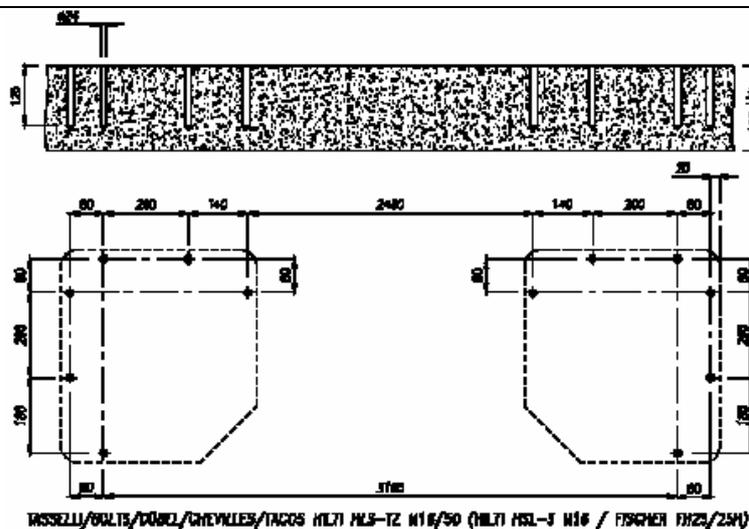

Рис. 34
Подъемник должен устанавливаться на горизонтальной плоскости с соответствующей его грузоподъемности твердостью. Толщина основания должна быть не менее 150 мм (Рис.34) , а коэффициент сопротивления соответствующим максимальным величинам передаваемого подъемником напряжения на поверхность пола не менее 25 Н/мм².
3. Просверлите 6 отверстий в основании подъемника победитовым сверлом диаметром 18 мм на глубину 125 мм (Рис.34). Используйте платформу основания в качестве шаблона для сверления (Рис.35).